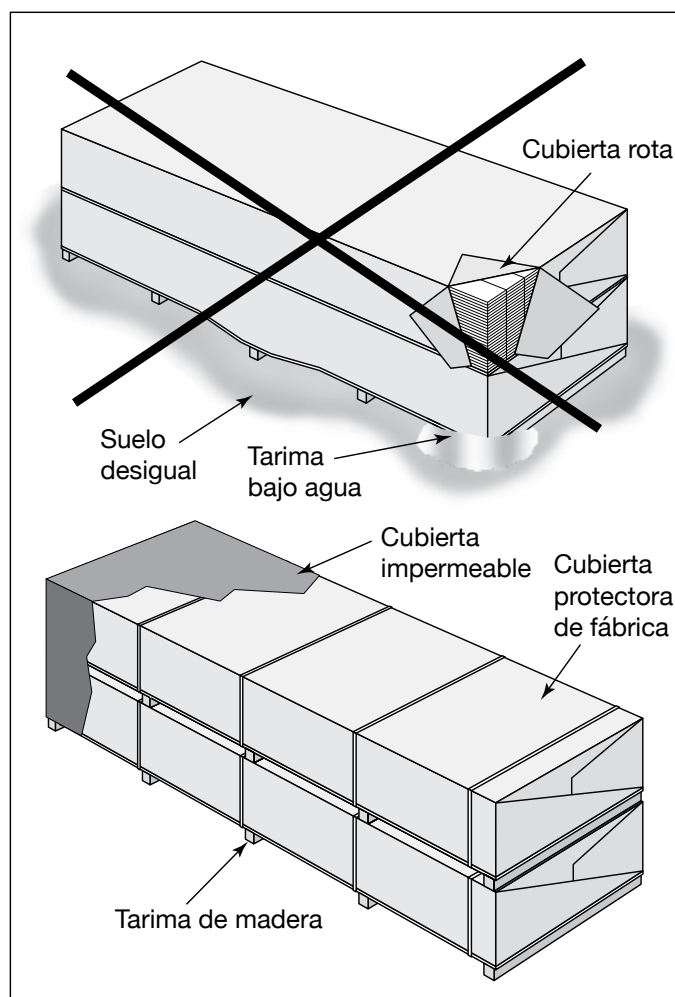

Fig. 1
- El producto se debe almacenar plano sobre una superficie nivelada en un lugar limpio y seco (**Fig. 1**).
- Mantenga el producto envuelto y protegido contra los elementos hasta que esté listo para instalar (**Fig. 1**).